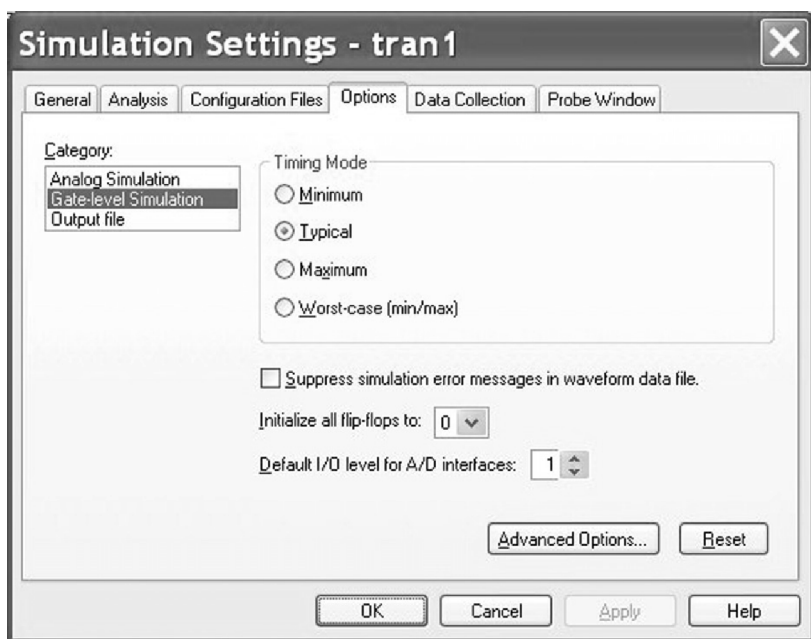

图 18.13 触发器的初始值设置为 0
10. 对电路进行瞬态仿真分析设置，运行时间为 $10\mu\text{s}$ 。如图 18.13 所示，在设置窗口中选择 **Options > Category: Gate-level simulation**，然后在 Initialize all flip-flops 对话框中选择 0，设置所有触发器的初始值为 0。